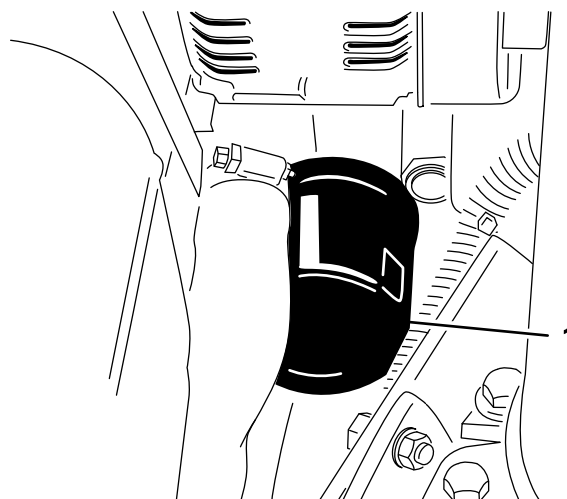

Figura 48
2. Retire o filtro do óleo (Figura 48). Aplique uma leve camada de óleo limpo no vedante do filtro novo antes de o montar. **Não aperte demasiado.**